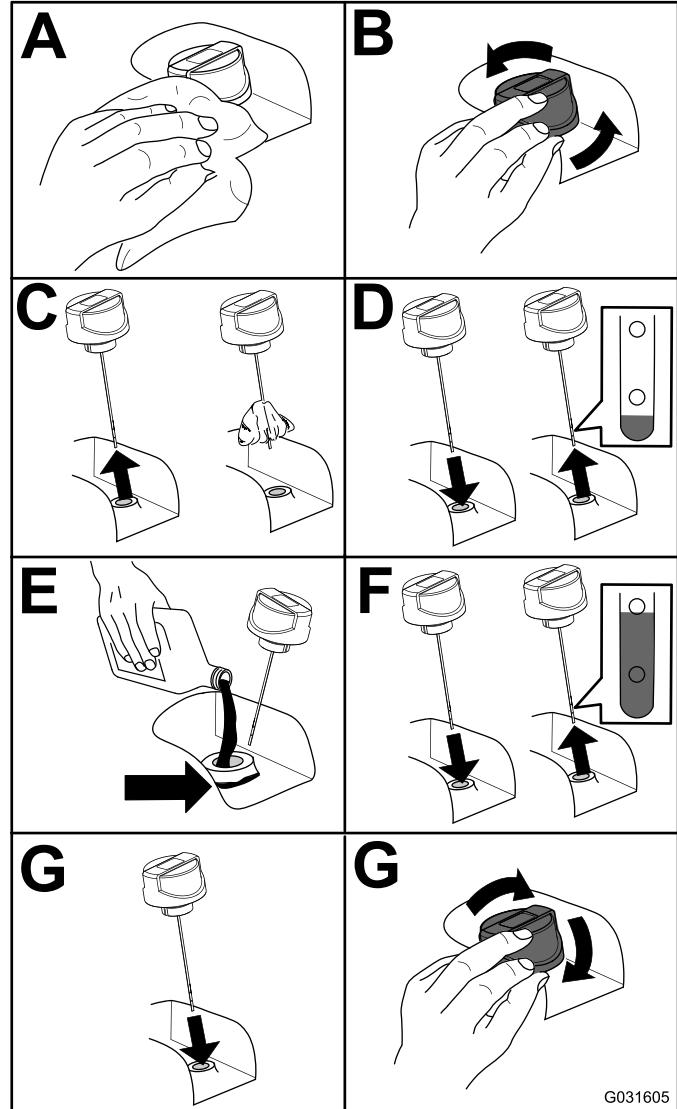

Figura 55
2. Compruebe el nivel de fluido hidráulico (Figura 55).